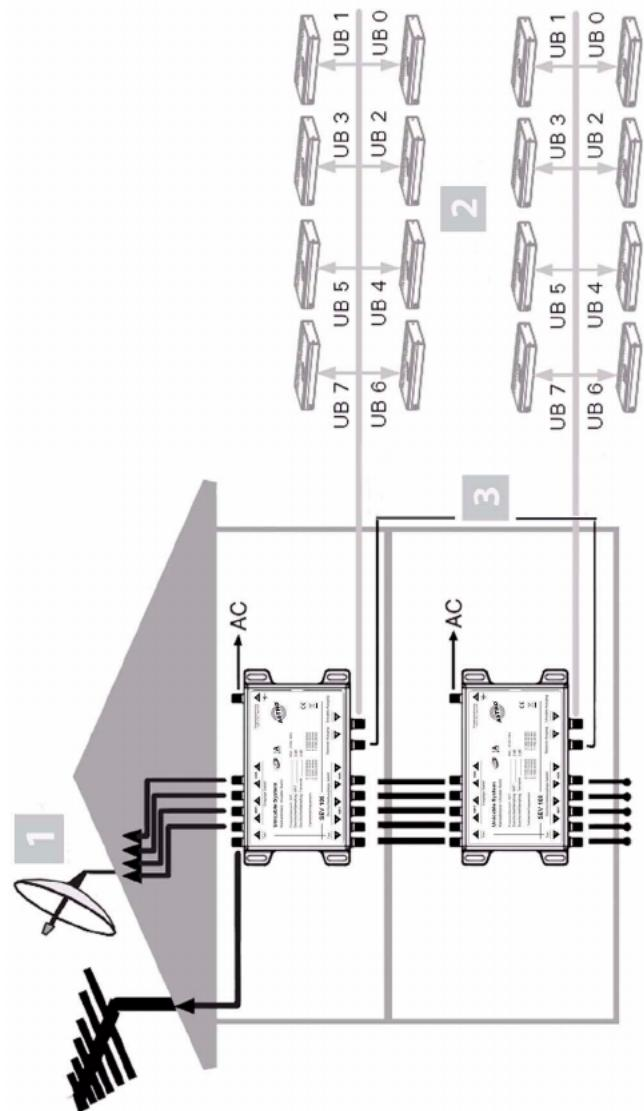

Bild 2: Anschlussbeispiel mit terrestrischer Antenne und SAT-LNB (kaskadiert)
Bild 2 (Seite 6) zeigt eine Übersicht der Installationsmöglichkeiten, die der SEV 108 unterstützt. Die Abbildung zeigt zwei kaskadierte-SEV 108 mit insgesamt 16 Receiveranschlüssen.
4. Verwenden Sie für den Anschluss mehrerer Receiver den Unicable-Ausgang [7], so wie es in Bild 2, weiter oben, gezeigt ist.
5. Wenn Sie mehrere SEV 108 kaskadieren möchten, verbinden Sie die Durchschleifausgänge des ersten Geräts [9, 10, 11, 12, 13] (siehe links) mit den Eingängen des zweiten Geräts (siehe Bild 2, oben). Achten Sie dabei auf die richtige Zuordnung der Anschlüsse.